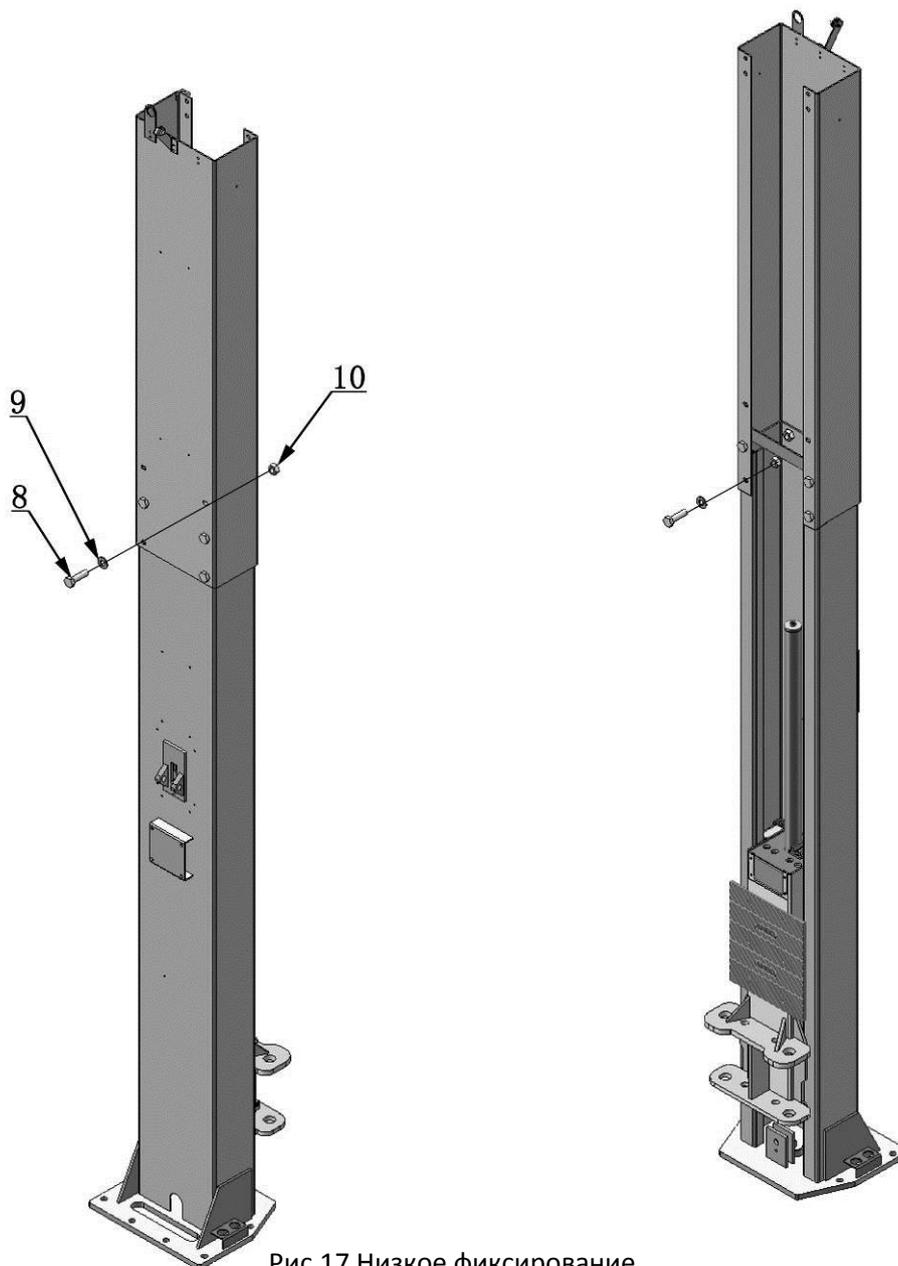

Рис.17 Низкое фиксирование
1. При установке крепежа на высоту большую 3750мм, закрепите внешнюю колонну на нижние отверстия. (см. рис. 17)